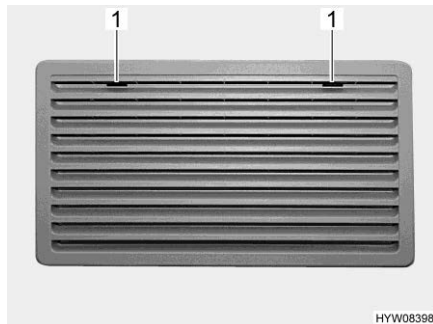
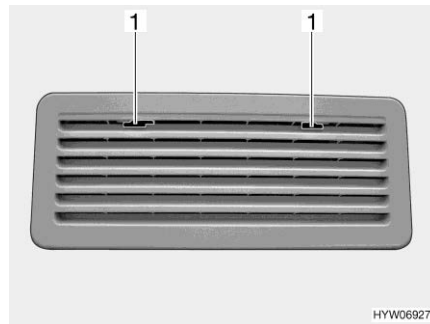

Bild 131 Kylskåpets ventilationsgaller (Thetford stort)
Bild 132 Kylskåpets ventilationsgaller (Thetford litet)
- Skjut spärren (Bild 131,1 eller Bild 132,1) till mitten.